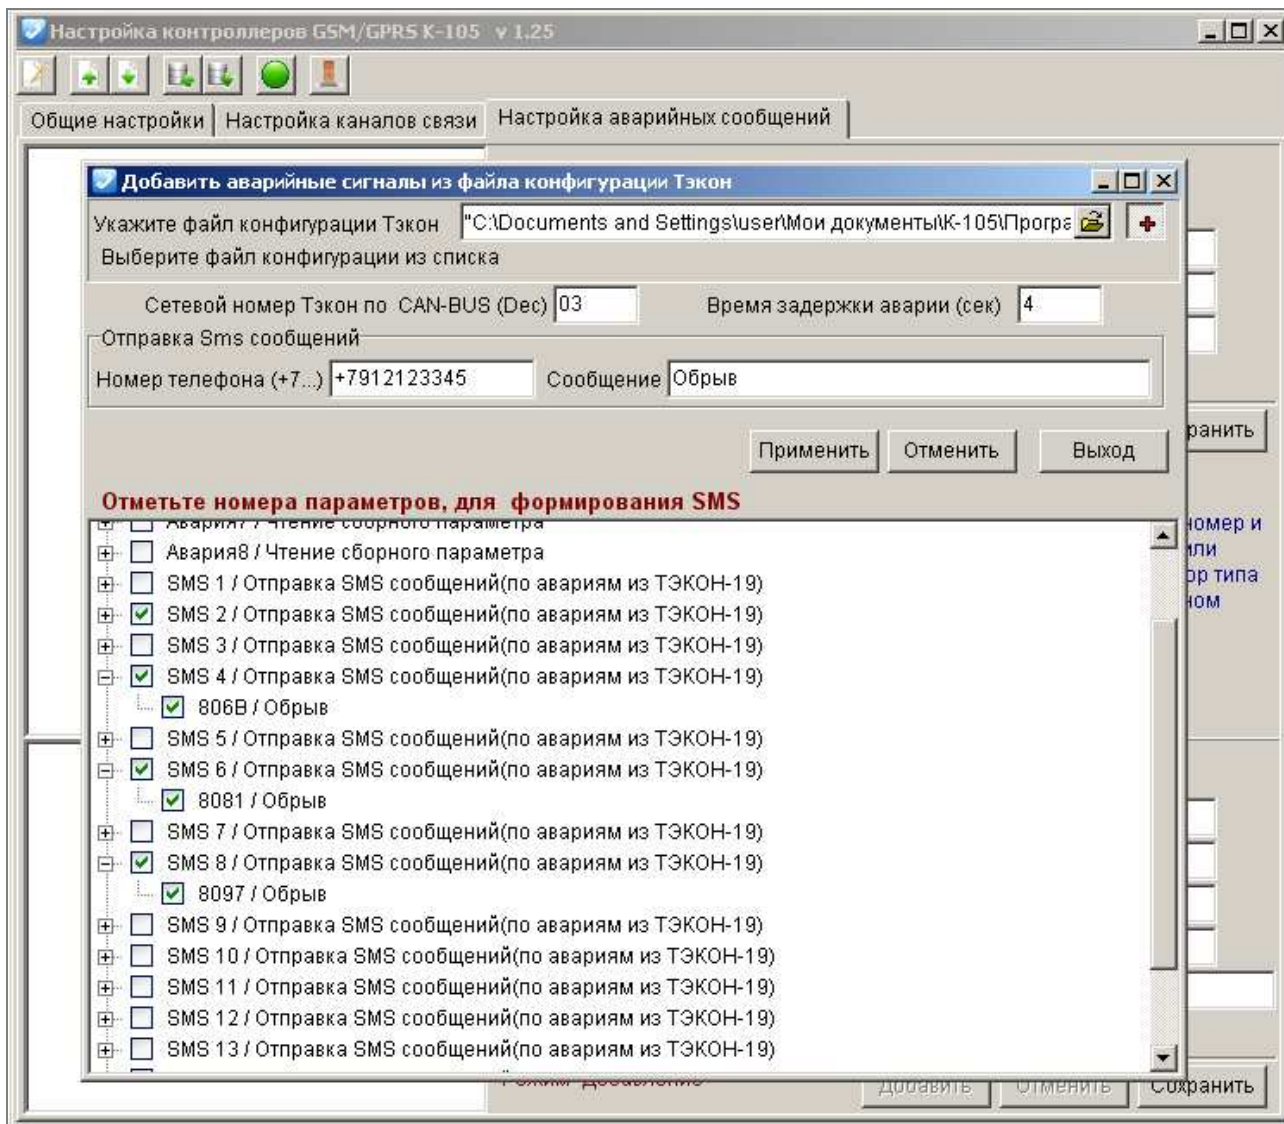

Рисунок 44. Выбор аварийных сообщений
- установите флажки в строках тех параметров, которые необходимо назначить для формирования SMS (Рисунок 44);